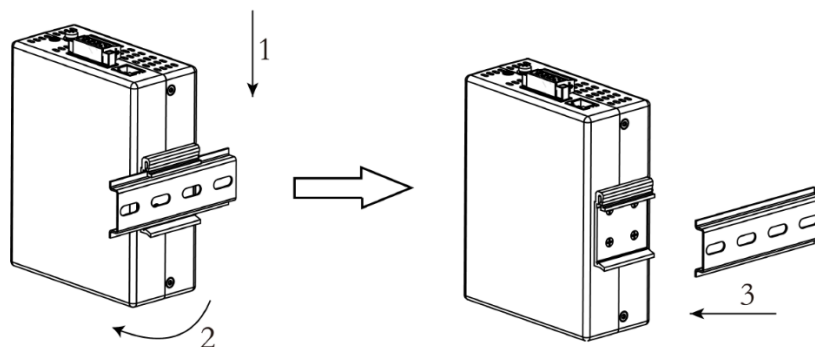

Рисунок 2 Снятие устройства с DIN-рейки
- 3.1 Слегка нажать на устройство, как показано стрелкой 1 на рис. 2.
- 4.1 Потянуть устройство вперед и поднять его для снятия с монтажной рейки, как указано стрелками 2 и 3 на рис. 2.